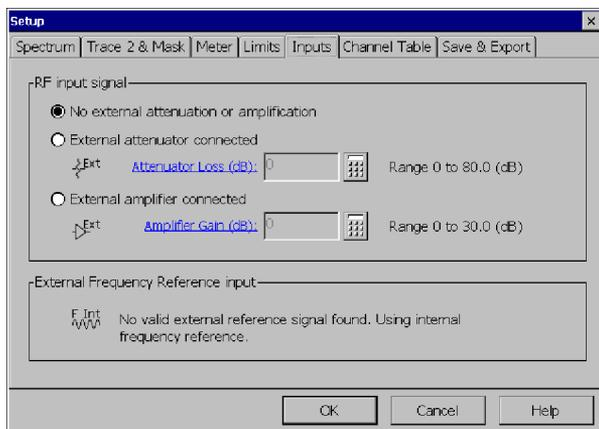

Рис. 2-6: Изменение входных параметров
- б. Коснитесь вкладки **Inputs** (входные разъемы). См. рис. 2-6.